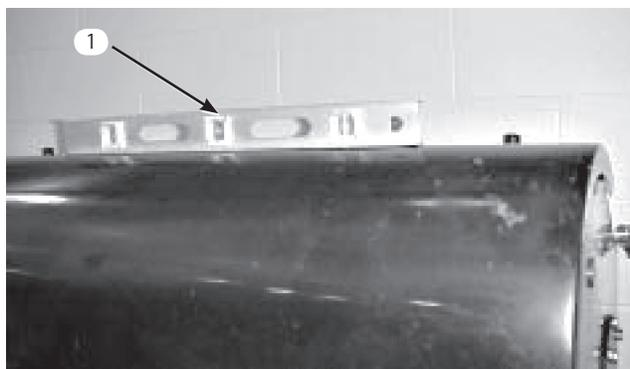

図12
2. エアレータの上に水準器を置いて左右方向の水平をチェックする(図12)。